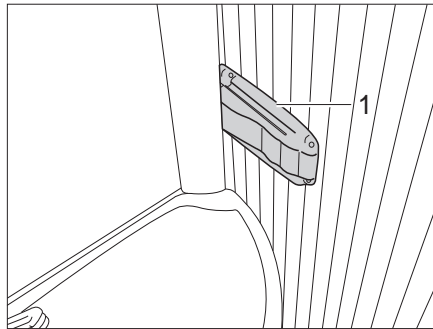

Fig. 249 Toilettes Vario, blocage de la paroi de douche
- Appuyer sur le dispositif de blocage (Fig. 249,1) situé à la droite du rebord du lavabo et tirer légèrement le lavabo. Le lavabo se déplace avec la paroi arrière vers l'avant.